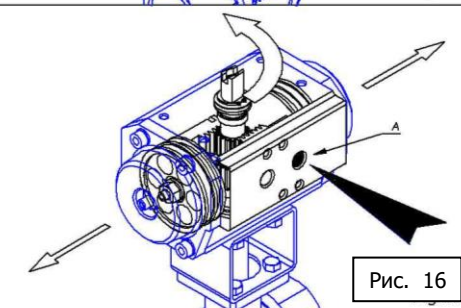

Рис. 16
2. Подать питание на привод в порт А, осуществляя открытие, см. Рис.16.